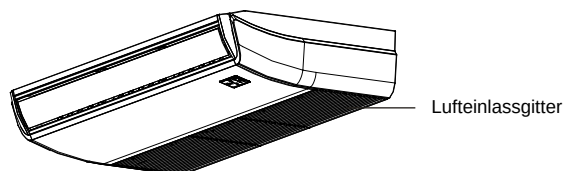

Fig. 6-1
- Öffnen Sie das Lufteinlassgitter mit einem Schraubendreher oder etwas ähnliches (siehe Abb. 6-1)